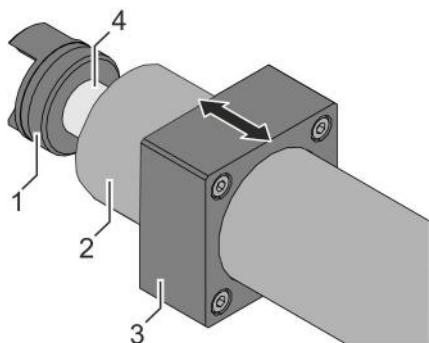

Abb. 26: Synchronwelle montieren
6. ► Folgende Bauteile lose hintereinander auf das Stahlrohr (Abb. 26/4) schieben:
- 2 Klemmnaben (Abb. 26/1)
- Schutzrohr (Abb. 26/2)
- 2 Adapterflansche (Abb. 26/3)
7. ► Stahlrohr (Abb. 26/4) mit den losen Bauteilen zwischen den Schraubnaben beider Lineareinheiten positionieren.